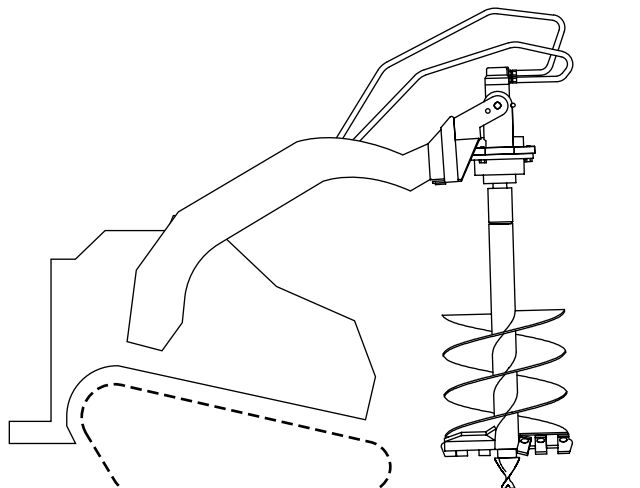

Рисунок 8
1. Поднимите шнек так, чтобы он не касался земли и находился в вертикальном положении (Рисунок 8).